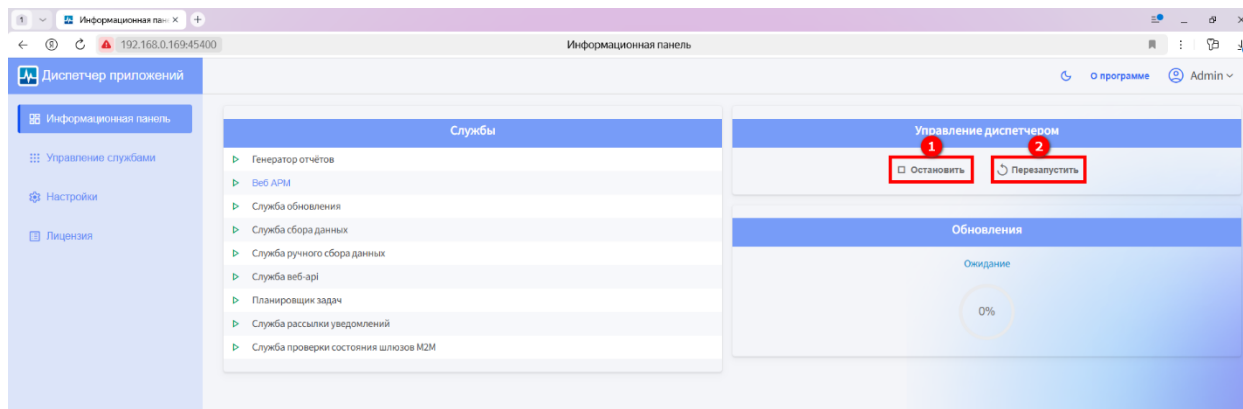

Рисунок 10 – Диспетчер приложений – Информационная панель – Управление диспетчером
Нажимая на кнопки **Остановить** (1) (см. рисунок 10) или **Перезапустить** (2) будет остановлена или перезапущена работа **Диспетчера приложений RadioAccess 4**.